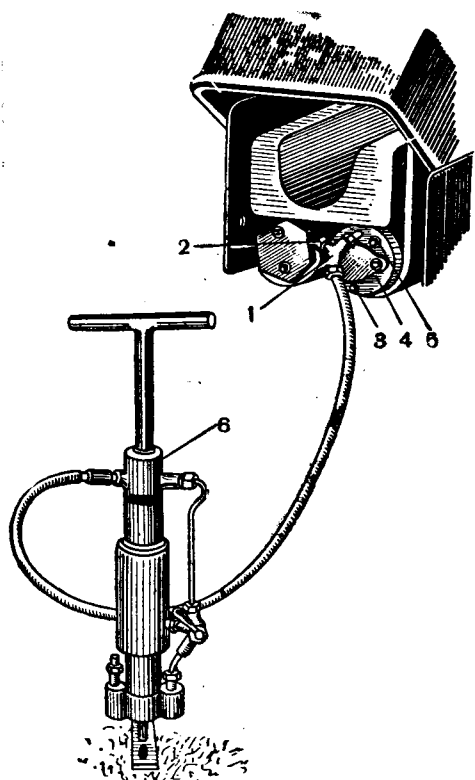

Рис. 18. Добавление жидкости в накатник:
1. Вывинтить из тройника манометр и вместо него ввинтить пробку 2 (рис. 18). Свинтить с другого отростка тройника крышку и присоединить к тройнику шланг от насоса 6 двойного действия.